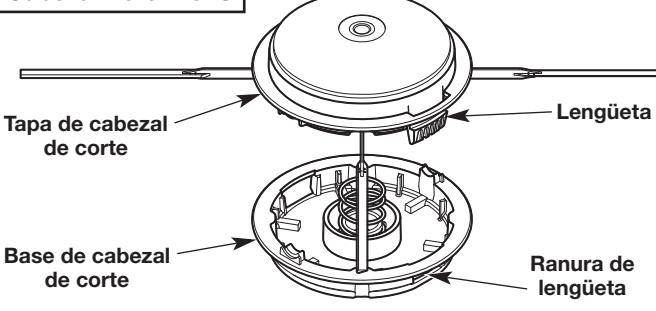

Fig. 9
3. Alinee las lengüetas de la tapa del cabezal de corte con las ranuras de la base del cabezal de corte (Fig. 9). Empuje la tapa del cabezal de corte de la base del cabezal de corte hasta que las dos lengüetas queden insertadas a presión.
2. Desconecte el tapón del cabezal de corte de la base del cabezal de corte: Presione con firmeza una lengüeta del tapón del cabezal de corte (Fig. 9). Utilice el pulgar para presionar la lengüeta. Si es necesario, utilice un destornillador de cabeza plana:
- c. Mientras sostiene el destornillador en el lugar, gírelo suavemente para desatrancar la lengüeta del panel de las ranuras (Fig. 9).